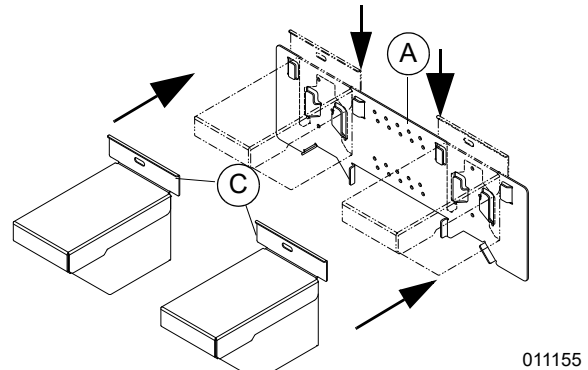

Figura 4-4. Inserte los pies en el soporte de patas
4. Consulte la **Figura 4-4**. Deslice los pies de las patas (C) en el soporte de patas (A), y asegúrese de que la parte inferior de las cavidades salgan del soporte inferior antes de enganchar. Para lograr la instalación adecuada, alinee el borde superior del soporte de patas con el borde inferior de los pies.